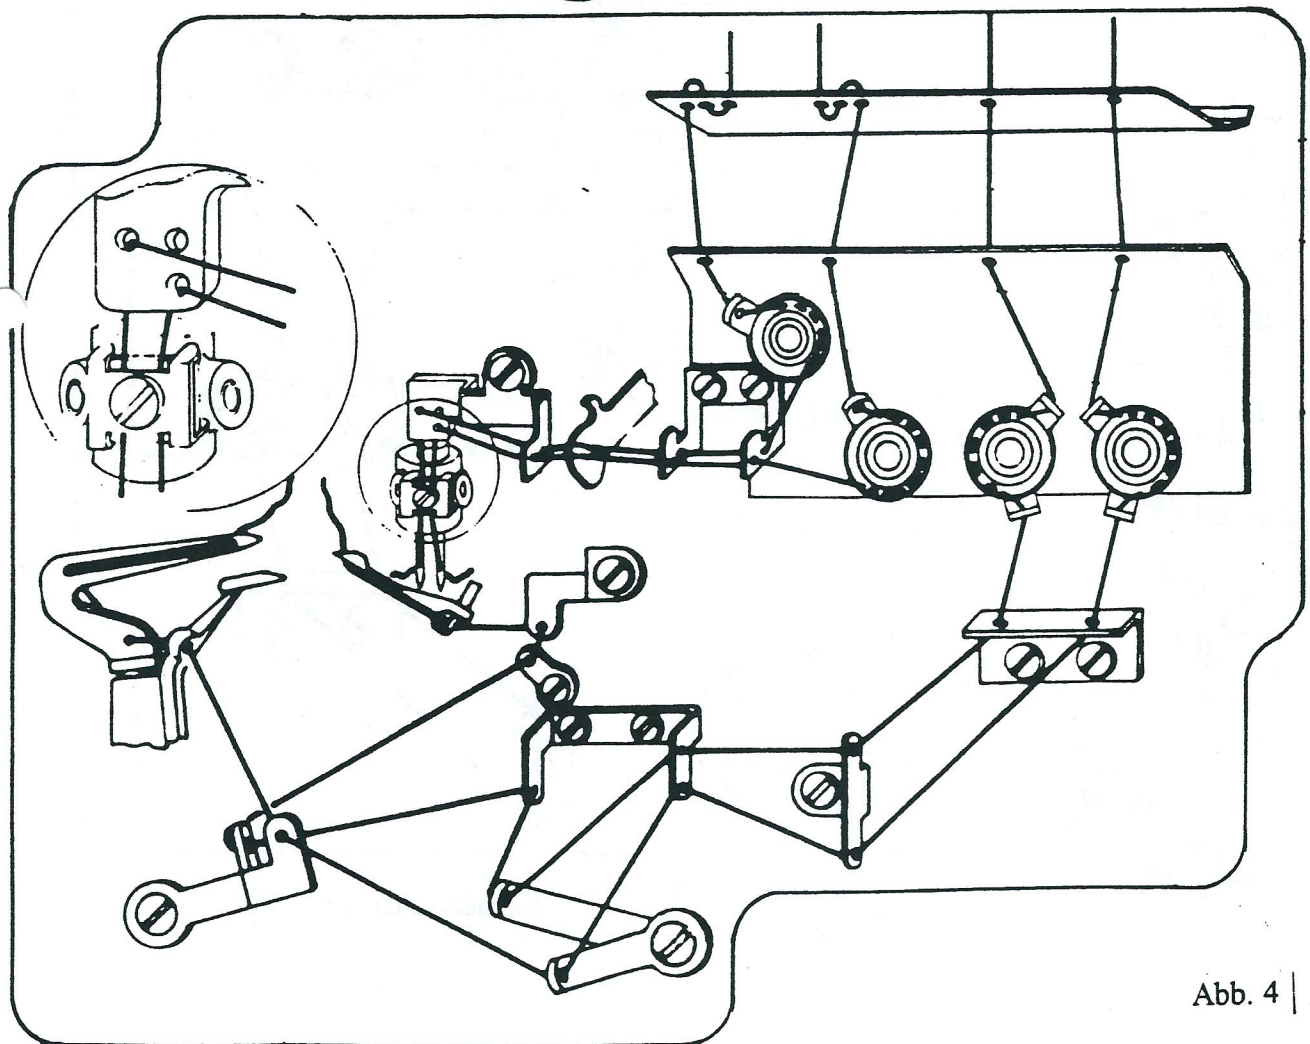

Abb. 4
- Der Untergreiferhalter ist axial so zu verschieben, daß beim Schlingenfang des Nadelfadens durch den Untergreifer die Greiferspitze in einem Abstand von 0,02-0,05 mm zur Nadelhohlkehle steht. (Abb. 4 b)
Abb. 4 a
Abb. 4 b